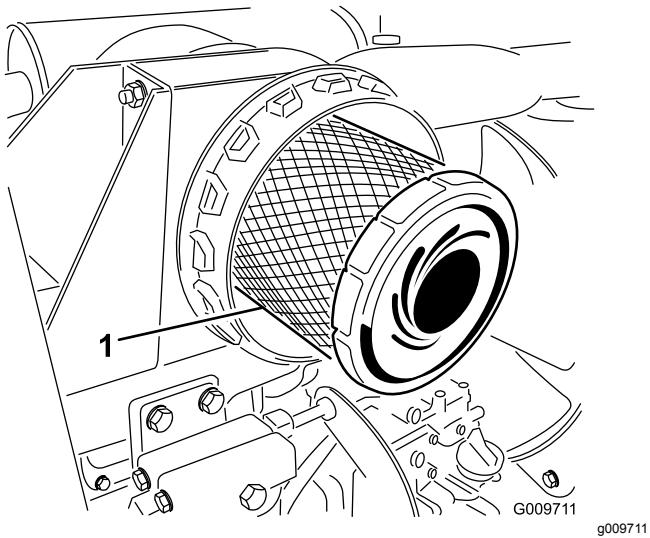

Figura 27
3. Retire y cambie el filtro primario (Figura 27).